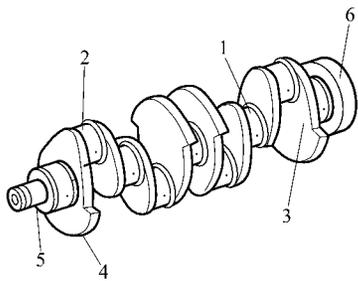

图 3-19 曲轴构造
(1) 曲轴是一根作高速旋转的长轴，工作时作用着不断变化的气体力和惯性力，所以为了保证工作可靠，就要求曲轴必须具有足够的刚度和强度，要求各轴颈耐磨及有良好的润滑，重量轻，不平衡的旋转质量尽可能小。
(2) 桑塔纳轿车发动机的曲轴采用优质 50 钢锻制而成。先正火后半精加工，经中频淬火后再精加工。无论是 1.6 L 发动机还是 1.8 L 发动机，其曲轴主轴颈均为 $\phi 54$ mm，轴的表面硬度为 57~62 HRC，淬火深度为 3~4.5 mm。在圆角过渡处不经淬火，采用冷滚压强化工艺，以提高疲劳强度。
(3) 曲轴一般由主轴颈、连杆轴颈、曲轴臂、平衡块、前端轴和飞轮接合盘等组成，如图 3-19 所示。曲轴主轴颈用于支承曲